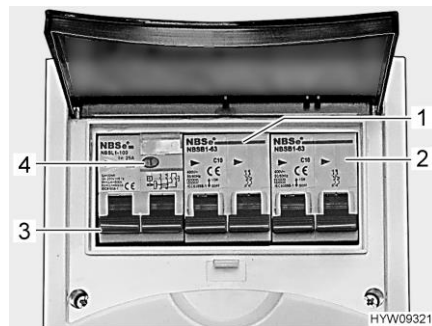

Bild 81 Ledningsskyddsbrytare och FI-brytare (230 V-säkringslåda)
En jordfelsbrytare (FI-brytare) (Bild 81,3) i säkringslådan skyddar hela fordonet mot läckström (0,03 A).
Den efterkopplade ledningsskyddsbrytaren (10 A) (Bild 81,1) skyddar 230 V-uttagen, el-blocket, den extra laddaren och kylskåpet.
På fordon med extrautrustning t. ex. takklimatanläggning skyddas apparaten av en extra ledningsskyddsbrytare (16 A) (Bild 81,2).
- När fordonet är anslutet till 230 V-försörjningen: Tryck på kontrollknappen (Bild 81,4). Jordfelsbrytaren (FI) måste lösa ut.